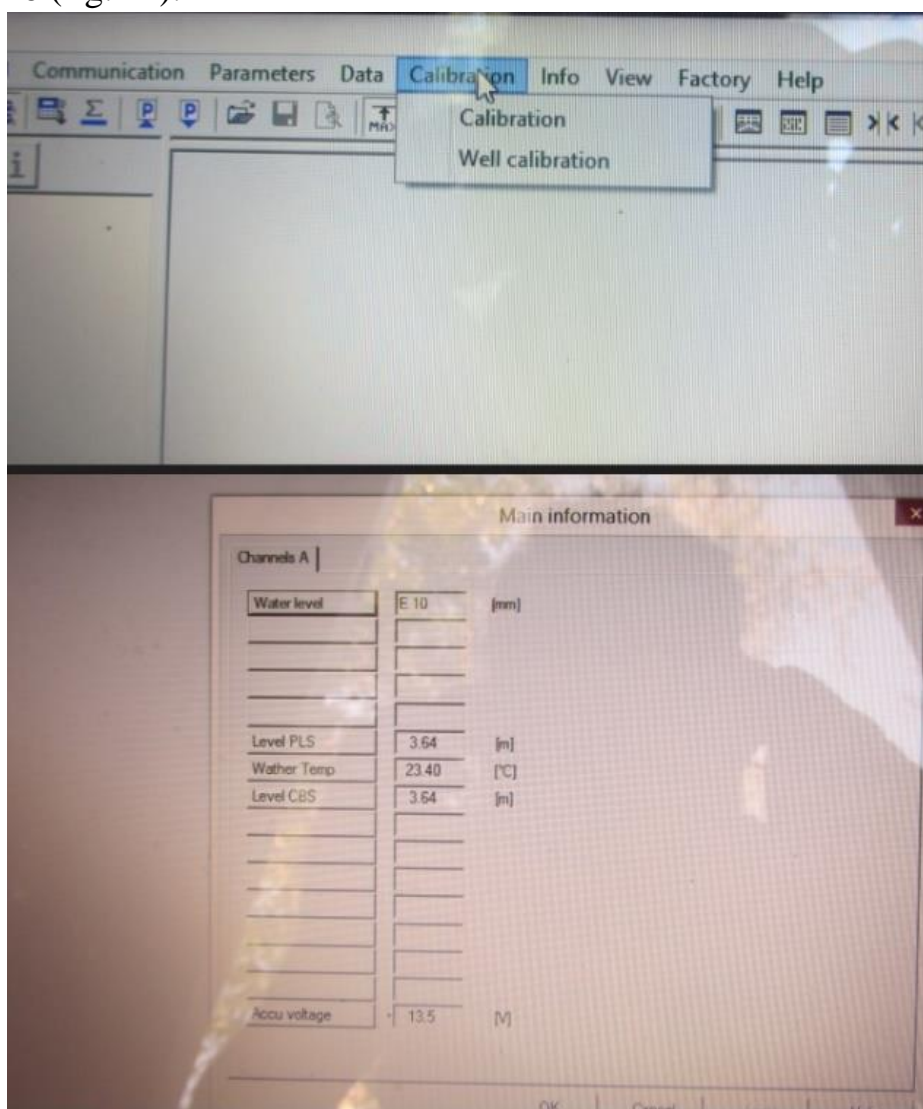

Fig. 11
1. Pentru verificarea rezultatului în urma procedurii de calibrare a sensorilor, verificăm corectitudinea datelor, din bara de Menu alegem opțiunea **Calibration**, se afișează fereastra **Main Information** unde vizualizăm rezultatul calibrării sensorilor, rezultatele pot fi vizualizate și pe display-ul Datalogger-ului de tip M4016 (fig. 11).